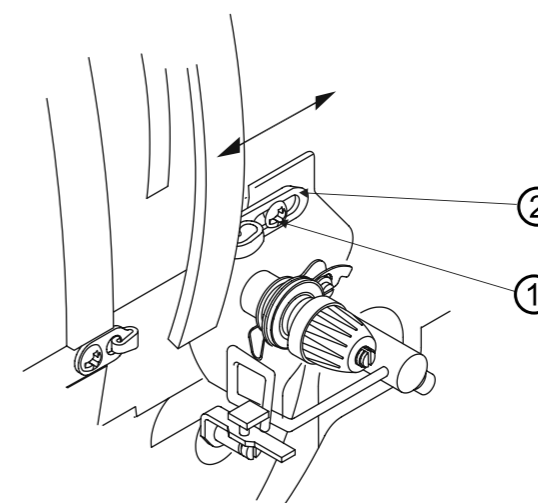

Fig. 34
#### (2) Ajuste a tensão da alavanca do estica fio (Fig. 34) Ajuste o estica fio pela espessura do tecido.
- Para costurar materiais grossos, afrouxe o parafuso de fixação ② da guia da linha ① e mova a guia da linha ① para a esquerda.
- Para costurar materiais finos, mova a guia da linha ① para a direita e a tensão da alavanca do estica fios será diminuída.